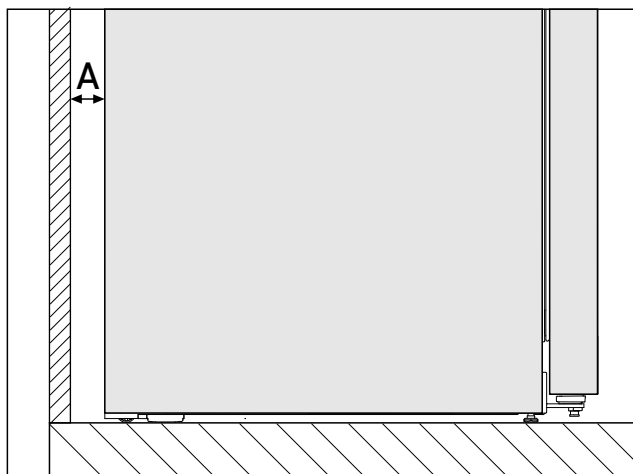

Fig. 2 *
Enerģijas patēriņš bija noteikts ar atstatumu no sienas Fig. 2 (A) starp ierīces mugurpusi un sienu. Ja atstatums no sienas ir mazāks par Fig. 2 (A), tas nekādi neietekmē ierīces darbību. Ja ir mazāks atstatums no sienas, enerģijas patēriņš var mazliet palielināties un var notikt kondensāta veidošanās uz ierīces aizmugurējās sienas.*